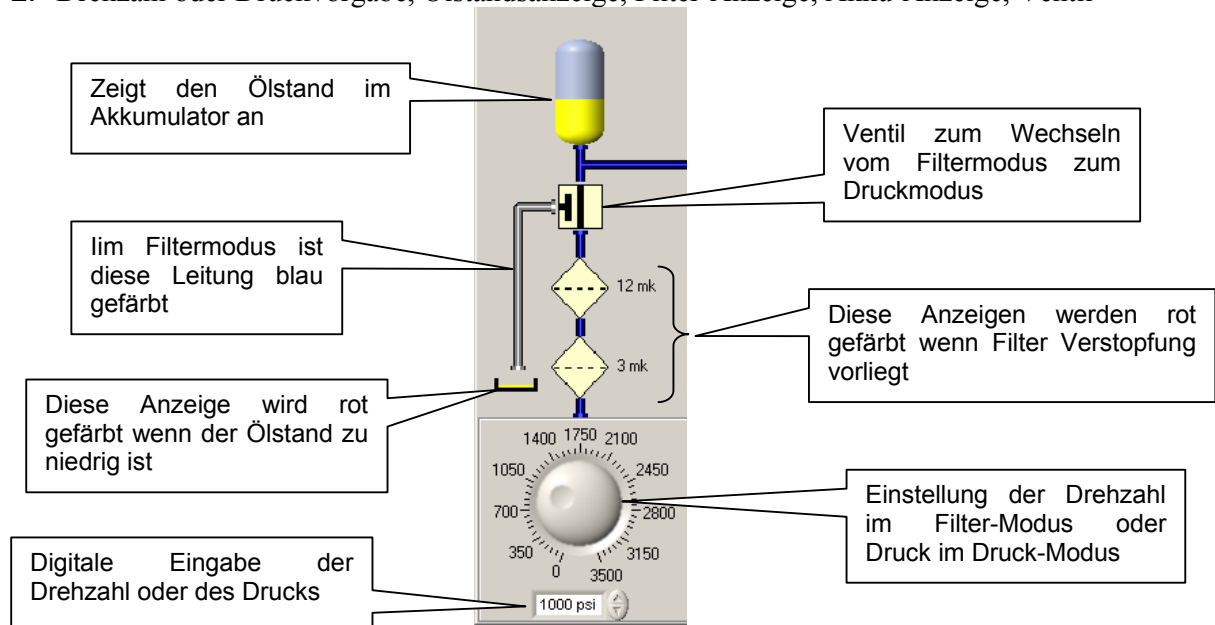

Abb.22. Kontrollsignale und Druckeinstellung
8. Schalten Sie das Ventil in den Druckmodus. (Abb.22).
10. Wählen Sie den Druck entweder mit dem Drehknopf oder dem digitalen Editor (Abb.22). Gehen Sie in kleinen Schritten vor und überprüfen Sie ob das Servoventil keine externe Leckage hat. Die Präsenz eines Druckes am Servoventil wird auch mit einer roten Lampe auf dem Prüfstand angezeigt (Achtung: der Prüfstand ist meist so leise, dass man meinen könnte es läge kein Druck an). Um den Druck abzubauen können Sie den Drehknopf auf Null stellen, oder den Motor abschalten, oder im eiligen Fall den Not-Aus Schalter betätigen.